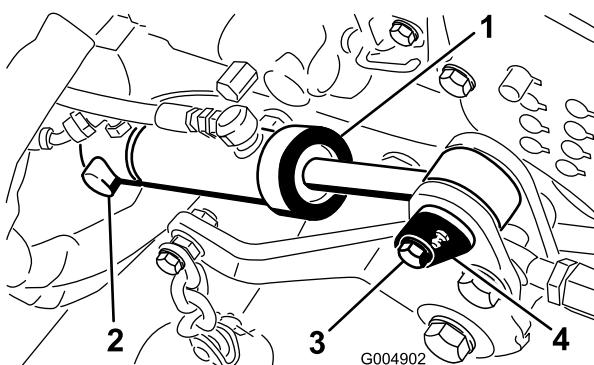

Figura 30
9. Instale el extremo trasero del cilindro de elevación de la plataforma sobre el pasador de giro y sujételo con el anillo de retención (Figura 30).
10. Sujete el extremo delantero del cilindro de elevación al bastidor del cortacéspedes con el pasador cilíndrico y el tornillo (Figura 30).